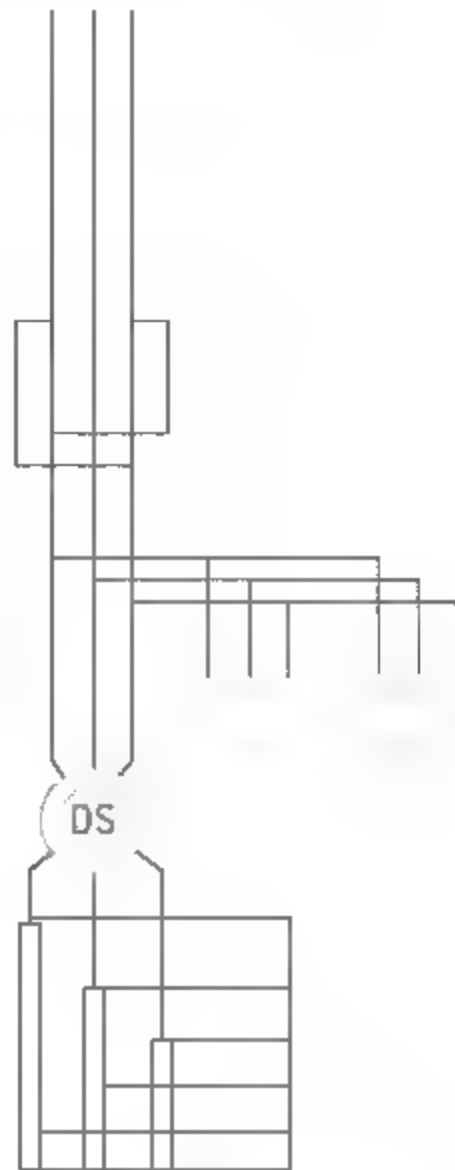

图11-8 绘制圆形
**08** 调用C【圆】命令，绘制半径为7的圆形，表示电动机，结果如图11-8所示。